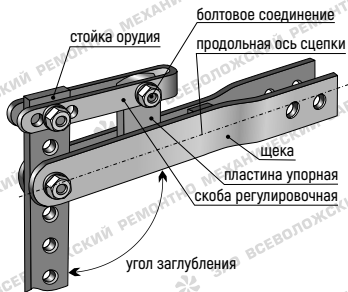
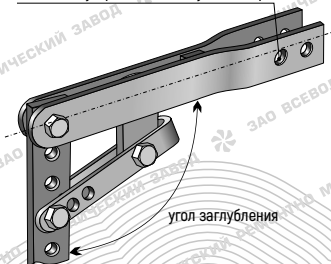

Рисунок 1. Установка сцепки опорной пластиной вверх (стандартная).
Рисунок 2. Установка сцепки опорной пластиной вниз
- установите и закрепите сцепку в сцепном устройстве мотокультыватора упорной пластиной или винтом вверх, см. рисунок 1, 4 (при необходимости увеличения диапазона регулировки рабочей высоты стойки навесного орудия возможна установка сцепки упорной пластиной [винтом] вниз, см. рисунок 2);
- разверните регулировочную скобу или винт из транспортного положения в рабочее [см. рисунок 1, 2, 3, 4] и отрегулируйте угол заглубления орудия совмещением соответствующих отверстий в стойке и регулировочной скобе (ступенчато), либо вращением регулировочного винта (плавно). Заданный угол заглубления зафиксируйте крепелож из состава сцепки;